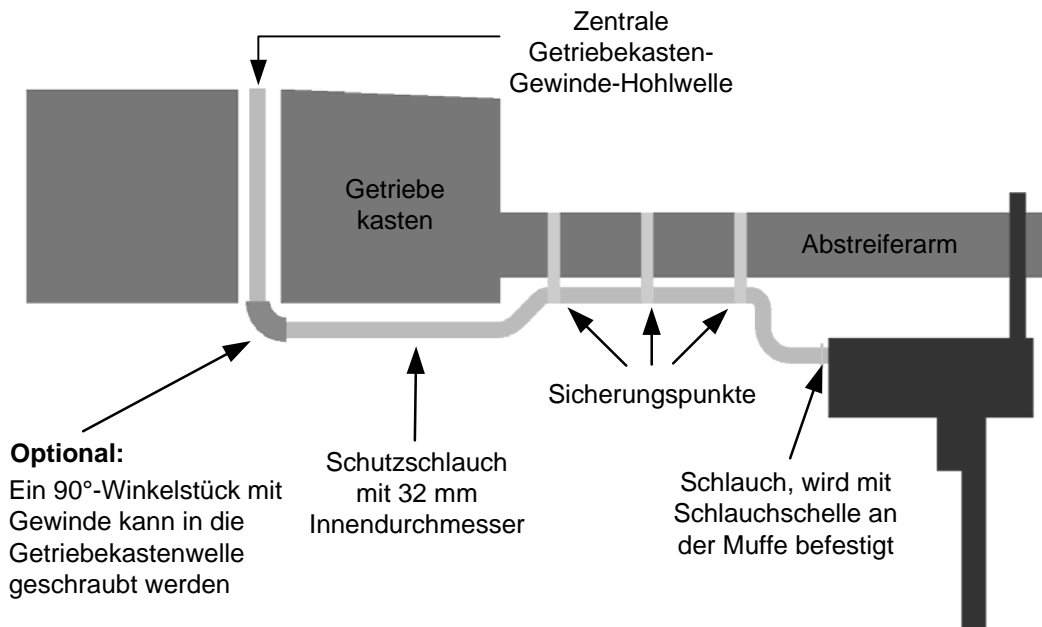

Abbildung 21: Einbau des Kabels bei ausreichendem Abstand
- Metallstreifen, die festgeschweißt oder -geschraubt werden können, um als Sicherungspunkte für Gummischlauch und Kabel zu dienen. Figure 21 enthält eine Empfehlung.